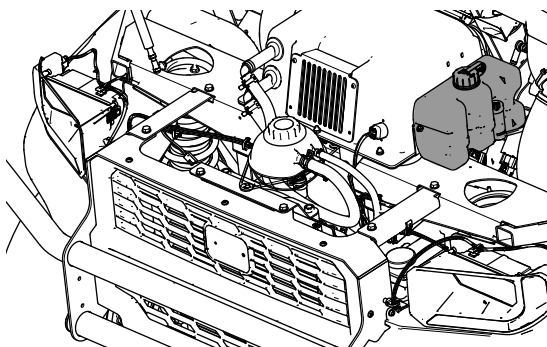

Figura 19
3. Se a máquina tiver kit de para-brisas de vidro e limpa-para-brisas instalado, instale o recipiente de limpeza na lateral do conjunto da caixa do aquecedor como mostrado na Figura 19.